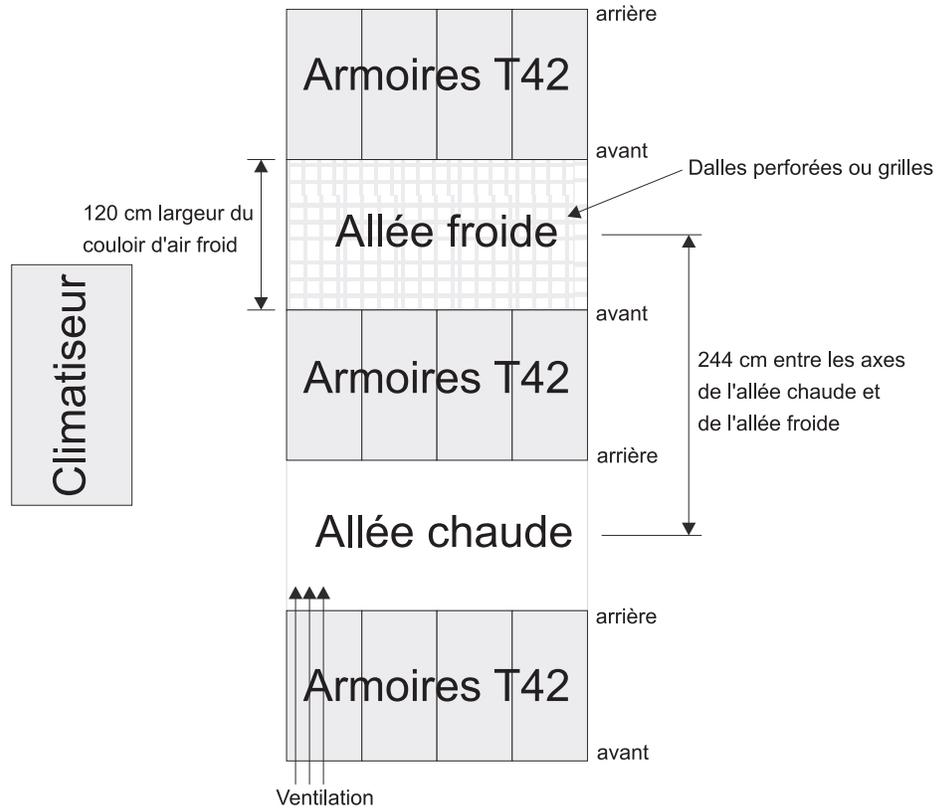

Figure 12. Exemple de configuration d'armoires organisées en allées froides/chaudes
- L'air pénètre par l'avant de l'armoire et sort par l'arrière. Pour éviter que l'air expulsé de l'armoire n'entre dans les orifices d'un autre appareil, vous devez organiser les armoires en rangées alternées dos à dos et face à face. Cet arrangement, également appelé "allée froide/allée chaude", est décrit dans la figure 12, à la page 20.
- Aux endroits où les armoires sont organisées en lignes face à face ou dos à dos, des espaces d'au moins 122 cm doivent séparer les rangées dans l'allée froide (voir figure 12, à la page 20).